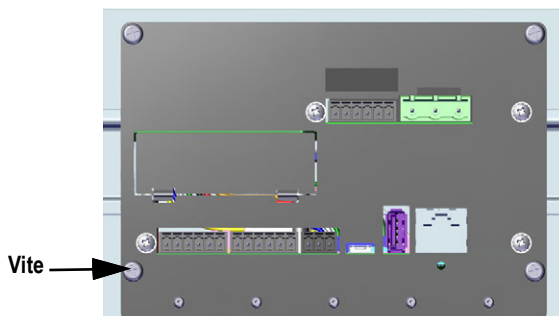

Figura 2-25. Vite sulla piastra inferiore
1. Rimuovere la vite evidenziata nella Figura 2-25.